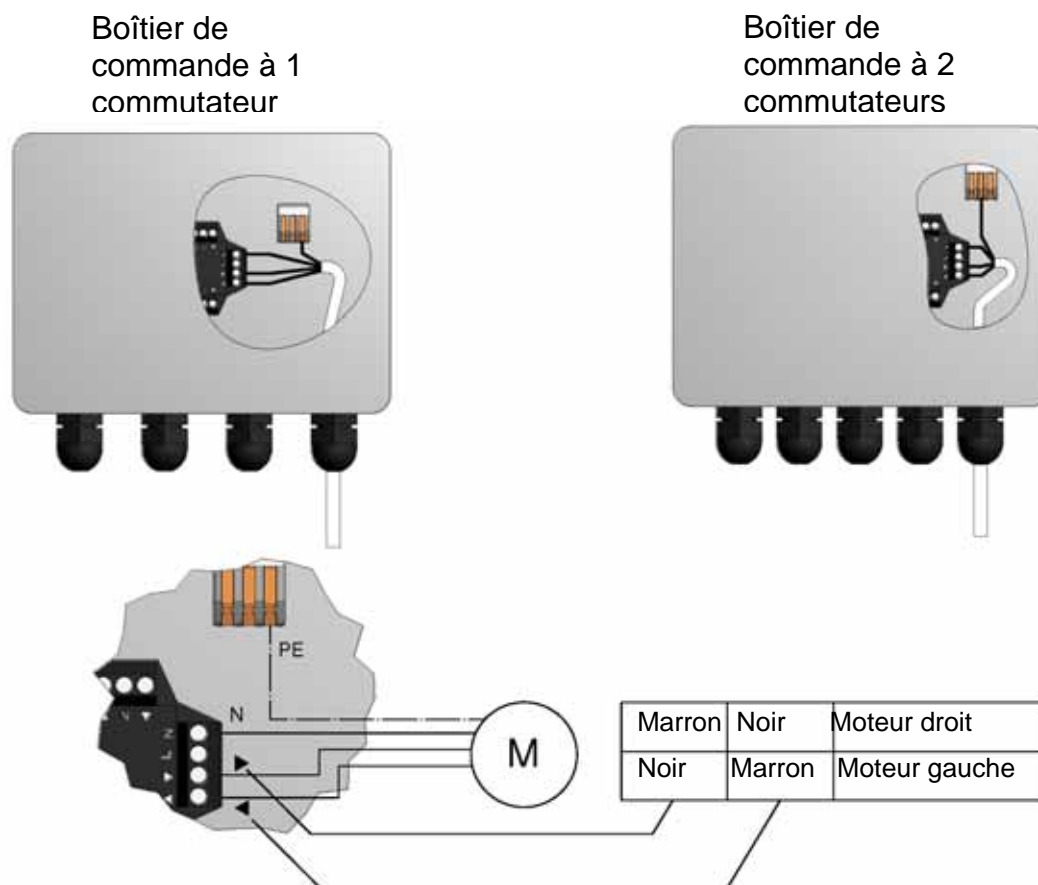

Figure 21 : câblage du boîtier de commande
- 4.9 Acheminer le câble à 4 fils du moteur depuis le boîtier de commande jusqu'à la deuxième boîte de raccordement (N1) à l'autre extrémité du système et le fixer au bâtiment. Avant de poser le deuxième moteur sur le tube du milieu, câbler provisoirement le second moteur, Figure 21, pour s'assurer qu'il tourne bien dans le même sens que le premier moteur. À noter que les moteurs se font face, si bien qu'il sera nécessaire d'inverser les câbles directionnels.